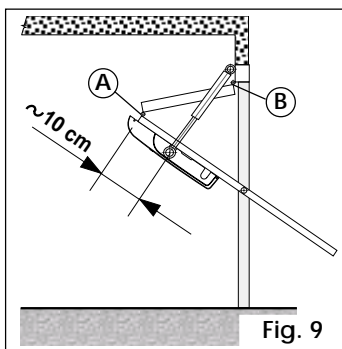

Fig. 9
• porte basculante à tablier articulé (Fig. 9)